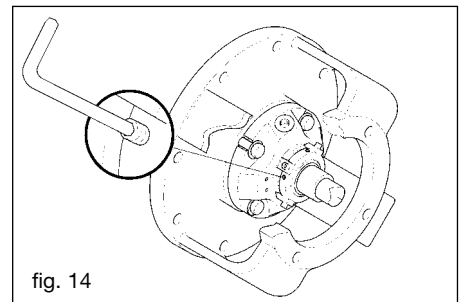

fig. 14
- Aflojar los tornillos de fijación de la camisa al eje (fig. 14).
- Apretar con fuerza los tornillos sin cabeza (fig. 14).